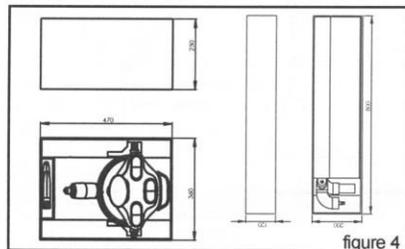

figure 4
2. Brancher la masse de l'unité de soins au point d'accrochage mise à la terre sur la partie inférieure du module du bras (filet M3) en utilisant une boîte à œillet comme indiqué sur la Fig.4.